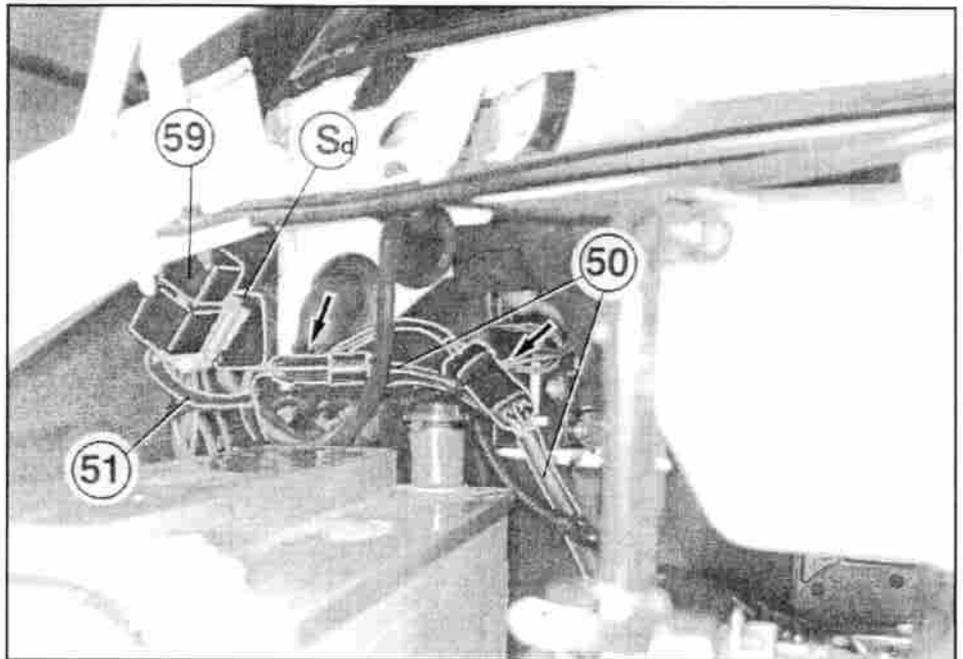

FIG. 60
a) Gruppo relais (59); **b-c)** Connettori Packard a tre vie e ad una via (collegamento all'impianto elettrico interno «50»); **d)** Connettore Packard a quattro vie (collegamento al pressostato); **e)** Connettore Packard a una via (collegamento al compressore); **f)** Giunzioni Raychem pos. 53 di fig. 2 (collegamento ai cavi originali del bulbo termostatico del radiatore - vedi fig. 60).
a) Groupe relais (59); **b-c)** Connecteur Packard à trois voies et à une voie (raccordement à l'installation électrique intérieure «50»); **d)** Connecteur Packard à quatre voies (raccordement au pressostat); **e)** Connecteur Packard à une voie (raccordement au compresseur); **f)** Connexions Raychem pos. 53 de la fig. 2 (raccordement aux câbles originaux du bulbe thermostatique du radiateur - voir fig. 60).
a) Relay assembly (59); **b-c)** 3-pin Packard connectors and 1-pin connector (hook up to the supplied internal electrical system «50»); **d)** 4-pin Packard connectors (hook up to the pressure switch); **e)** 1-pin Packard connectors (hook up to the compressor); **f)** Raychem connectors (pos. 53 in Fig. 2) (hook up to the original wires of the radiator heat shield - see Fig. 60).
a) Relaiseinheit (59); **b-c)** Packard 3-weg Steckverbinder und Packard 1-weg Steckverbinder (Verbindung an elektrische Anlage innen «50»); **d)** Packard 4-weg Steckverbinder (Verbindung an Druckwächter); **e)** Packard 1-weg Steckverbinder (Verbindung an Kompressor); **f)** Raychem Verbindungen Pos. 53 der Abb. 2 (Verbindung an Original-Kabel des Thermostatschalters des Kühlers-siehe Abb. 60).
a) Grupo relé (59); **b-c)** Conectores Packard a tres vías y a una vía (conexión a la instalación eléctrica interna «50»); **d)** Conector Packard a cuatro vías(conexión al presostato); **e)** Conector Packard a una vía (conexión al compresor); **f)** Junta Raychem pos. 53 de fig. 2 (conexión a los cables originales del bulbo termostático del radiador - ver fig. 60).